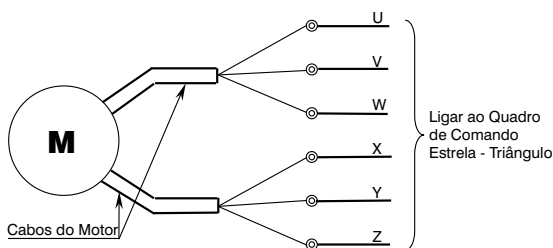

Figura 6.6.5 - Ligação de Motores para Partida Estrela - Triângulo
6.6.4 Para motores ligados ao quadro de comando com partida estrela-triângulo, os dois cabos chatos deverão ser conectados individualmente e identificados corretamente. Os seis cabos unipolares deverão ser conectados ao quadro de comando conforme figura 6.6.5.